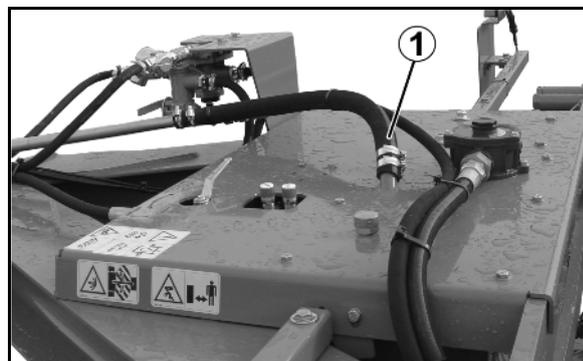

Fig. 30
1. Schelle am Saugschlauch (Fig. 30/1) lösen und Saugschlauch abnehmen.